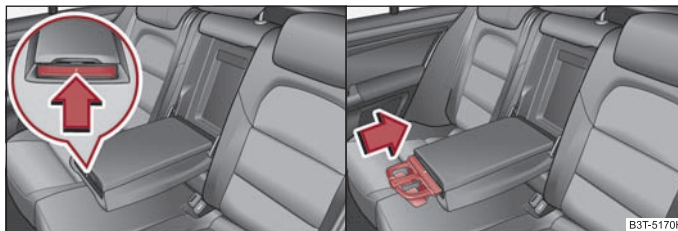

Fig. 98 Apoyabrazos de los asientos traseros: Soporte de bebidas / Guardar el soporte de bebidas
- Presione la parte frontal del apoyabrazos en sentido de la flecha ⇒ fig. 98, el soporte de bebidas saldrá hacia fuera.
- Para introducir el soporte de bebidas, presione en la parte central del soporte de bebidas ⇒ fig. 98 y métealo en el apoyabrazos.